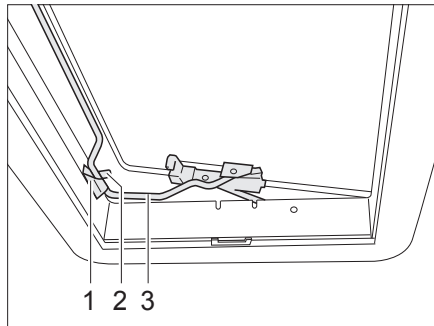

Fig. 48 Claraboya Heki en posición de ventilación 2
- Situar la horquilla (Fig. 48,3) en la sujeción (Fig. 48,1).
- Colocar la palanca (Fig. 48,2) sobre la horquilla.